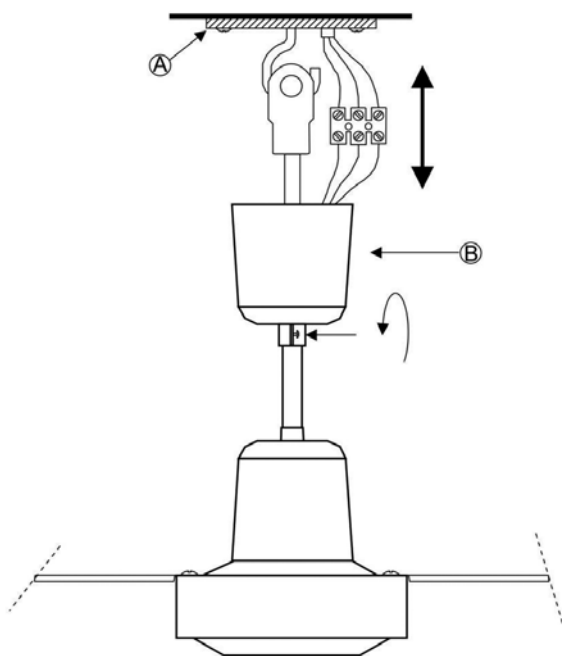

Fig. 6
2. Dévisser les deux vis situées à la base du cache en forme de cône situé en partie supérieure, afin d'accéder au point de suspension et au bornier de raccordement. Suspendre le ventilateur **(B)** au crochet du support crochet **(A)** (**Fig. 6**).